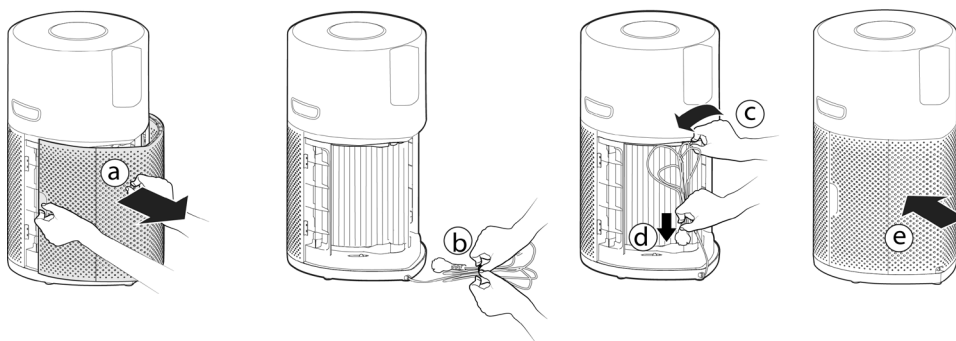

Рис. 15
4. Снимите крышку блока забор воздуха [Рис. 15а] и аккуратно сложите шнур [Рис. 15б], подвесьте его на крючке [Рис. 15с], закрепив с помощью крючка для хранения, а затем вставьте вилку в транспортное положение [Рис. 15д]. Установите крышку блока забор воздуха. [Рис. 15е]